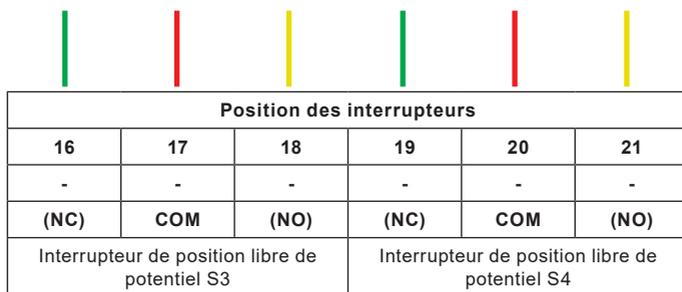

Fig. 13 Schéma du bornier de l'interrupteur de course auxiliaire
- Connecter le faisceau de câblage du commutateur S3 aux bornes 16-18, et le commutateur S4 aux bornes 19-21 comme indiqué sur la Fig. 13 - Schéma du bornier de l'interrupteur de course auxiliaire
- Voir la Fig. 13 - Schéma des bornes de l'interrupteur de course auxiliaire pour vous assurer que le VFC est correctement configuré selon les exigences du système de commande (NO ou NC)